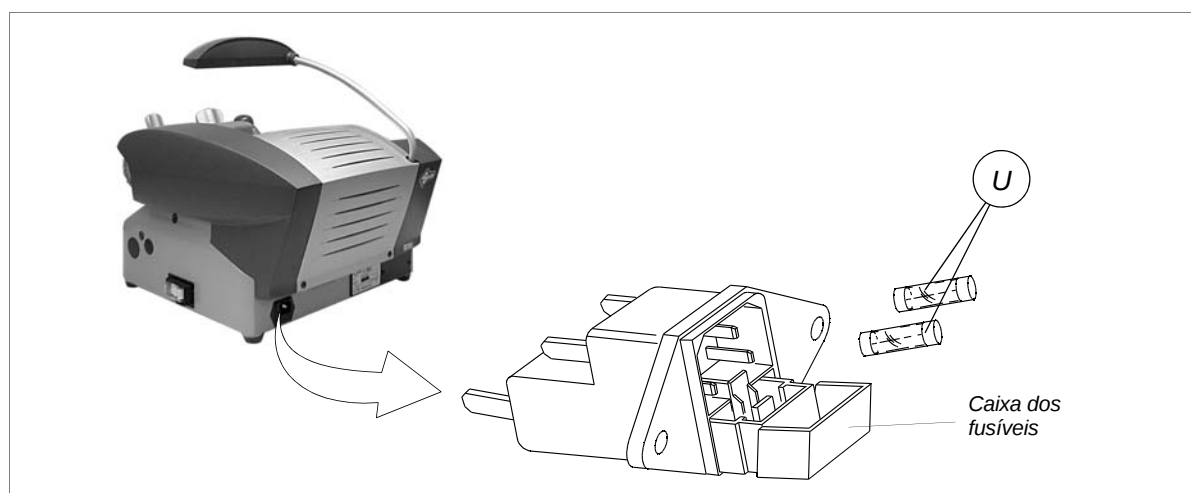

Fig. 29
- 3) Extraia a caixa dos fusíveis que fica por baixo da tomada de alimentação (fig. 29).
- 4) Substitua os fusíveis (U).